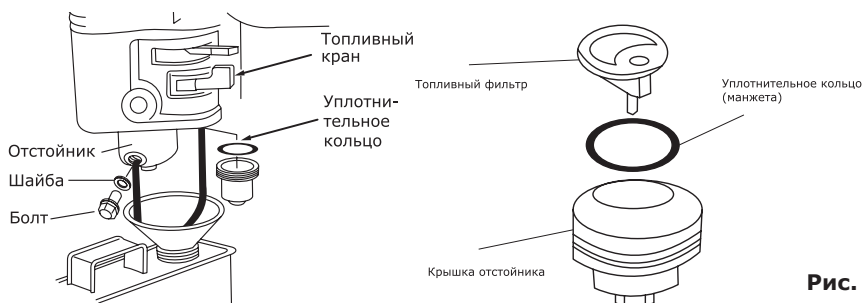

Рис. 30
- Очистите или продуйте сжатым воздухом и установите обратно фильтр и манжету (рис. 30);